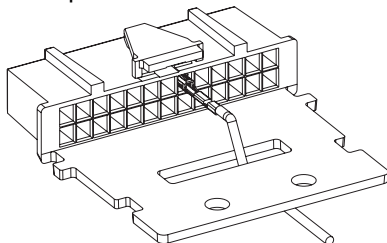

Figura 2a. Alívio de Tensão do Fio
2. Passe o fio com o terminal de contacto através do conector de acordo com a *Figura 2a*, ou no caso de aplicações com vários acessórios ligados ao rádio móvel, passe os fios de acordo com a *Figura 2b* e fixe com uma abraçadeira depois de completar o passo 3.